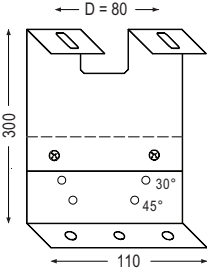

Fig.4a
4. On top of the heater there are two cable grommets "CG", fig.2, allowing multiple connections. Connection according to fig.4a, to a 16mm² terminal block. Using this connection, one heating element at a time can be connected (for three output steps). Protect the supply cable, if it comes in contact with hot parts!
4. An der Oberseite des Infrarotstrahlers befinden sich zwei Kabeleinführungen „CG“ (fig.2), mit denen verschiedene Anschlussvarianten möglich sind. Der Anschluss erfolgt über einen 16 mm² Anschlussblock (fig.4a). Auf diese Weise kann ein Heizelement mit drei verschiedenen Kapazitäten geschaltet werden. Schützen Sie das Anschlusskabel vor Kontakt mit heißen Teilen.
4. Deux entrées de câble «CG» (fig.2) sont situées en haut du radiateur infrarouge, avec lesquelles différentes options de connexion sont possibles. La connexion est faite sur un bloc de connexion de 16 mm² (fig.4a). En connectant de cette manière, un élément chauffant peut être commuté en trois capacités différentes. Protégez le câble de connexion contre le contact avec les parties chaudes.
4. Aan de bovenzijde van de infraroodstraler bevinden zich twee kabelinvoeren "CG" (fig.2), waarmee verschillende aansluitopties mogelijk zijn. De aansluiting wordt gemaakt op een 16 mm² aansluitblok (fig.4a). Door op deze wijze aan te sluiten kan één verwarmingselement in drie verschillende vermogens geschakeld worden. Bescherm de aansluitkabel tegen contact met hete delen.